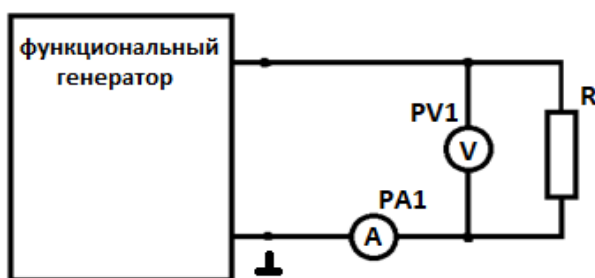

Рисунок 3
4.2. Для косвенного измерения сопротивления собрать электрическую цепь в соответствии с рис. 3. В качестве нагрузочного сопротивления использовать минимодуль резистора с сопротивлением $R=22\text{ Ом}$. Установить режим постоянного выходного напряжения функционального генератора. Регулятор выходного напряжения поставить в крайнее левое положение.